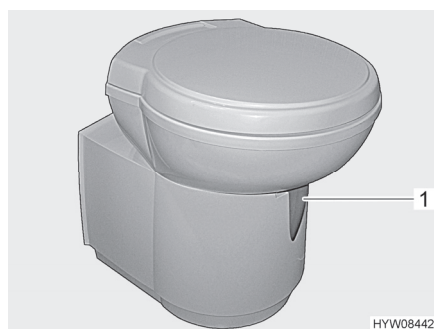

Fig. 82 Taza del inodoro Thetford (basculable)
- Antes del lavado, abrir la corredera del inodoro Thetford. Para ello, empujar la palanca de corredera (Fig. 82,1) en sentido contrario a las agujas del reloj.